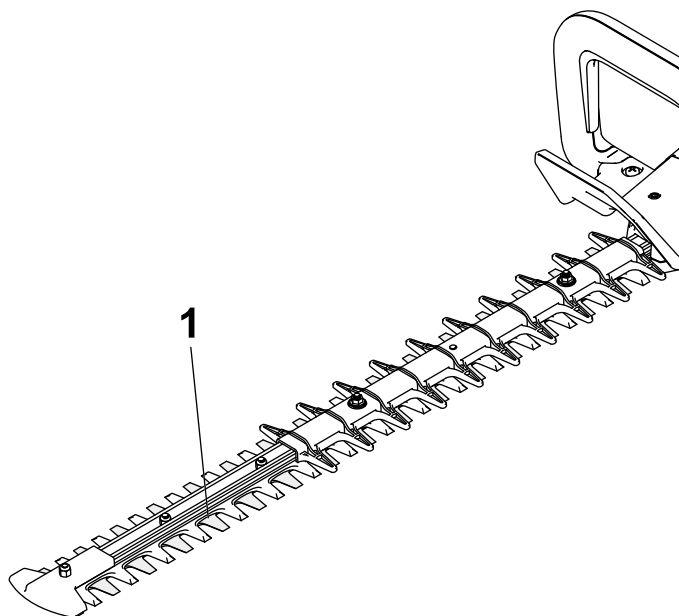

Figura 10
3. Aplique aceite ligero para máquinas (por ejemplo, N° 10) a lo largo del borde de las cuchillas superiores (Figura 10).